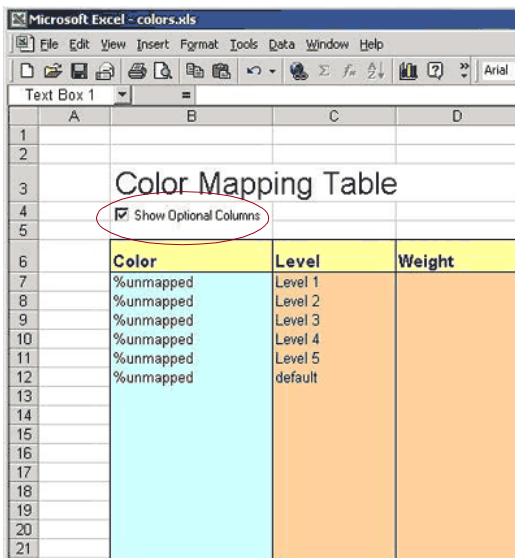

Figure 3
Dans le fichier .csv utilisé pour la conversion DWG (feuille de travail xls), vous devez paramétrer 2 des 8 onglets disponibles : Level Mapping Table (figures 1 et 2) et Color Mapping Table (figures 3 à 5), définissant respectivement les correspondances de niveaux et de couleurs.
- Sélectionnez maintenant l'onglet de correspondance de couleurs (Color Mapping Table dans la figure 3) et cochez la case "Show Optional Columns" (afficher colonnes facultatives) pour permettre la conversion des couleurs.